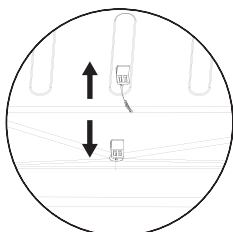

Abb. 1
- Um ein ordnungsgemäßes Ablaufen des Abtauwassers zu gewährleisten, reinigen Sie regelmäßig den Ablauffilter am Tauwasserausfluss. Dieser Ausfluss befindet sich auf der Rückseite des Kühlbereichs (siehe Abb. 1) Lassen Sie den Ablauffilter immer eingesetzt, damit sich der Abtauwasserabfluss durch Verschmutzungen nicht zusetzt.